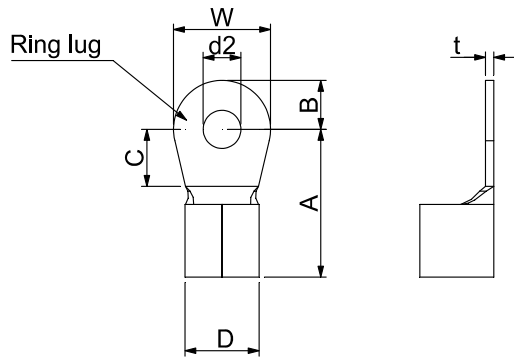

Figure 1.
- 主迴路端子接線使用環狀端子，規格請見 Figure 1，其他接線方式則須符合當地國家相關規定。